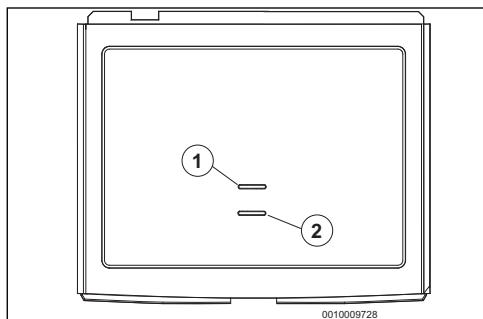

Fig. 16 Módulo emisor
- ▶ Mientras la unidad de mando establece la conexión, pulsar la tecla de conexión (imagen 16, pos. [2]) en el módulo emisor durante cinco a diez segundos para conectar el módulo emisor.
El LED (fig. 16, pos. [1]) parpadea durante la conexión dos veces en cinco segundos.